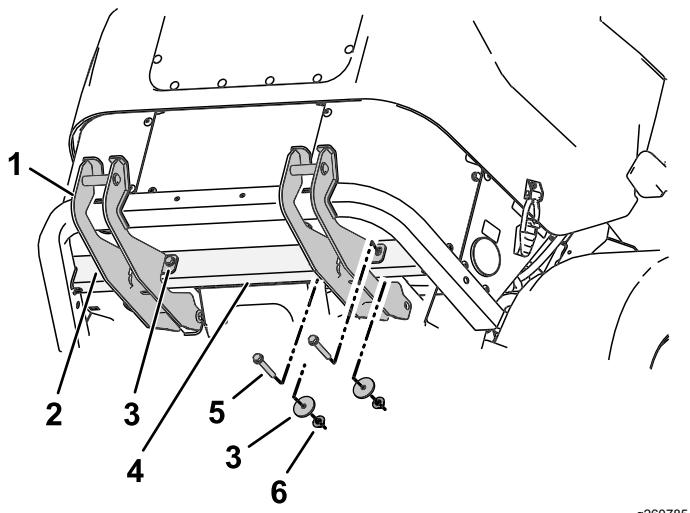

Figure 10
- Fixez légèrement un support de montage inférieur sur les côtés gauche et droit du tube transversal de pare-chocs arrière (Figure 10).
- Alignez les trous de montage et fixez légèrement les supports à l'aide de 2 boulons (3/8 x 2 1/2 po), 2 rondelles épaisses et 2 contre-écrous (3/8 po), comme montré à la Figure 10.
Remarque: N'installez pas de rondelle épaisse sur le côté extérieur gauche (Figure 10).